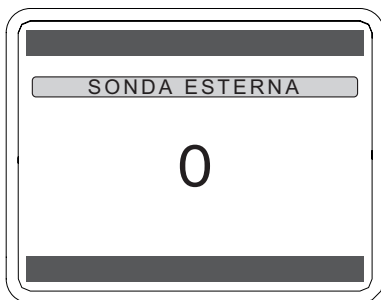

Figura 5.33
- Premere il tasto (✓) per confermare Figura 5.33.